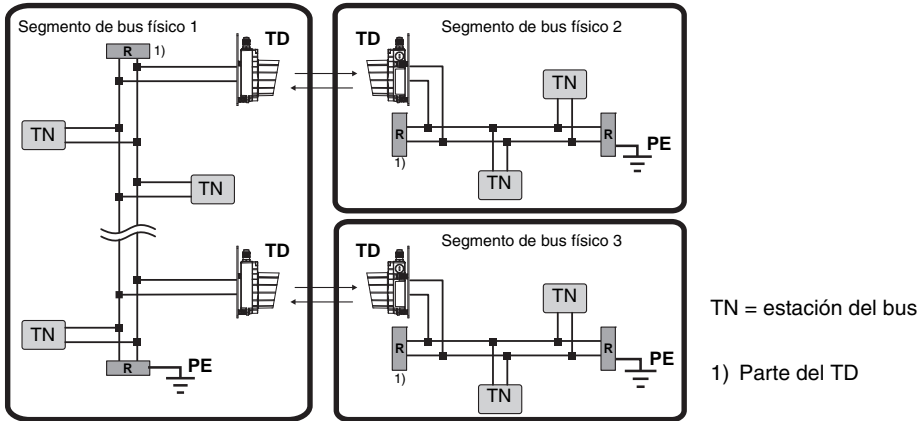

Figura 9.9: Cableado DeviceNet / CANopen
- En cada uno de los segmentos físicos de bus deben finalizarse los terminales de los conductores de bus entre CAN\_L y CAN\_H (vea figura 9.9  ).
- El potencial de referencia CAN\_GND puede ser conectado únicamente a una parte de un segmento de bus físico con el potencial de tierra (PE) (vea figura 9.9).